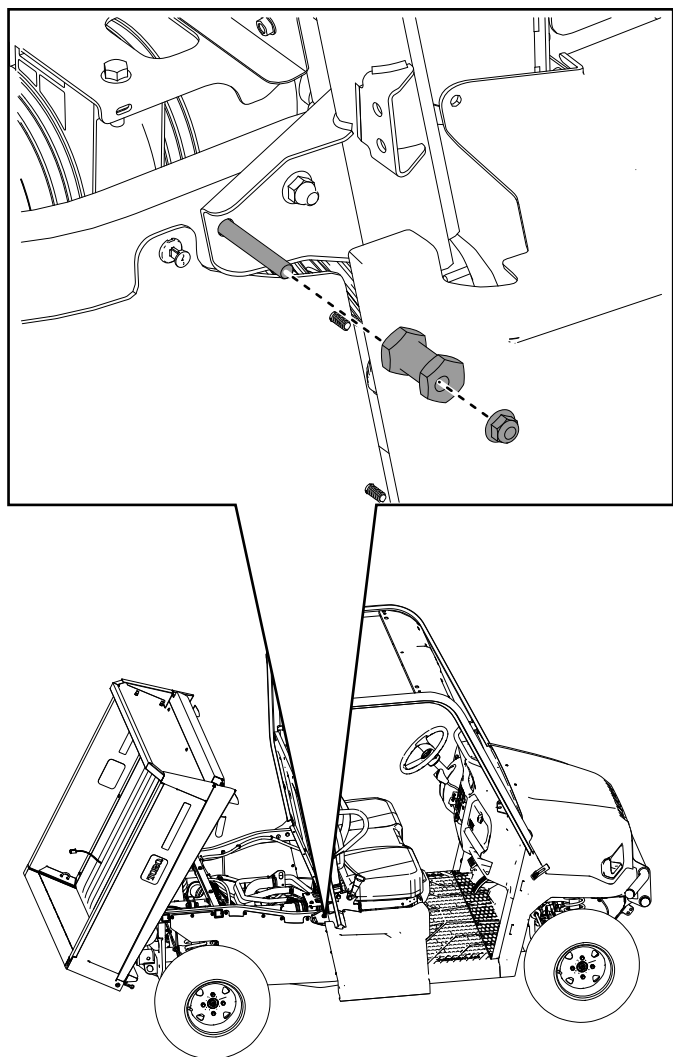

Figura 31
19. Instale las contratuercas ($\frac{3}{8}$ ") y los pasadores de cierre que retiró anteriormente en los tubos traseros izquierdo y derecho del bastidor (Figura 31).